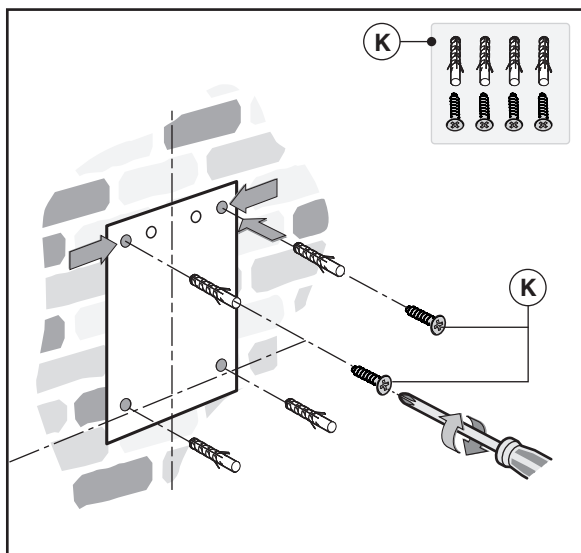

Fig.5
-Markera och borra fästhålen (Fig.5).
-Fäst expansionspluggarna och de 2 övre skruvarna **K** utan att skruva fast dem fullständigt (Fig.5).